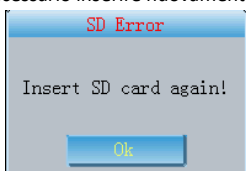

Fig. 7-31
(3) quando si accede a “Archive Management” (Gestione dell’archivio) e viene visualizzato il messaggio mostrato in Fig.7-31 è necessario inserire nuovamente la scheda SD.